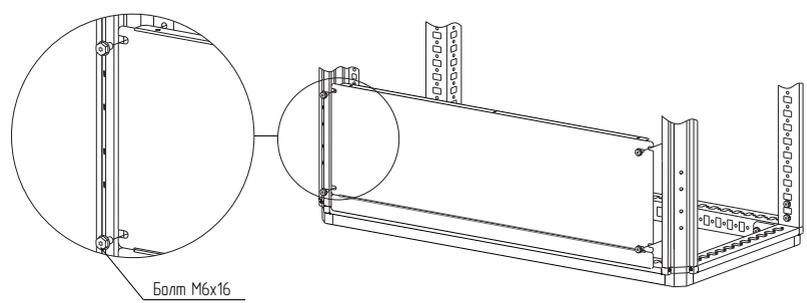

Рисунок 23
4.11.3 Установить фальш-панель внутреннюю глухую на нужной высоте болтами M6×16 (рисунок 23). Момент затяжки – 7 Н·м. Болты приобрести отдельно.